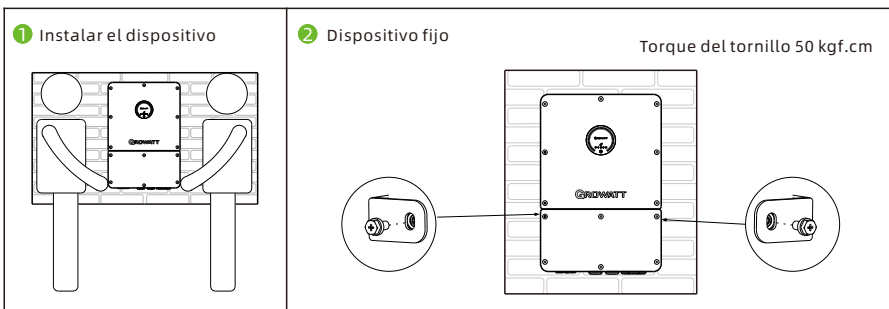

Fig 5.10 Instalación en pared
- 1> El instalador levanta la máquina con las dos manos, como se muestra en la Fig. 5.10.